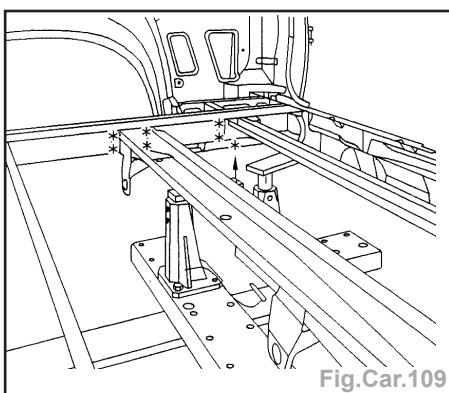

Fig.Car.109
- Dégrafer les lignes de points et le point à l'aide d'une fraise de \varnothing 8 mm (Fig.Car.109).